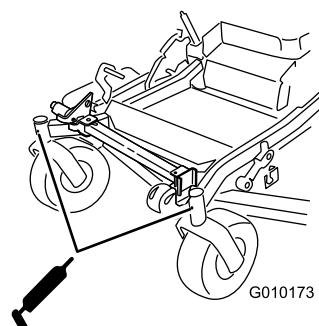

Figura 46
- Togliete l'ingrassatore Zerk dal foro. Montate il tappo esagonale e lo scodellino parapolvere (Figura 46).